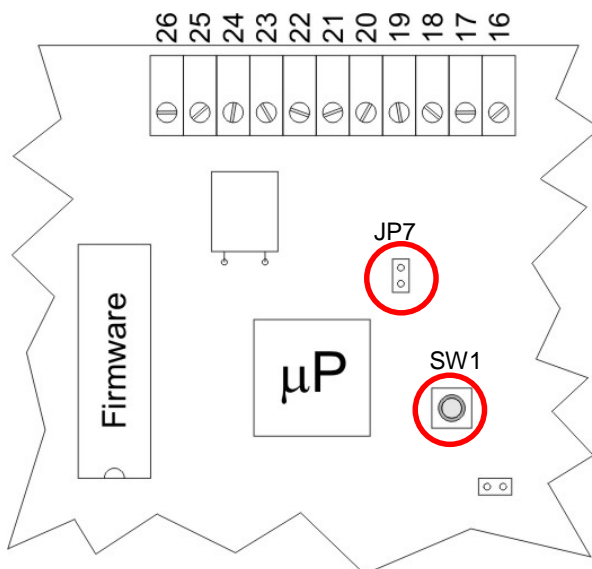

Fig.4: Spaccato scheda di centrale vista da dietro
- b) inserire il jumper di configurazione **JP7** (Rif.Fig.4, par. 5.1) presente sulla parte posteriore del pannello di visualizzazione / comando.
- c) eseguire un reset fisico della scheda a microprocessore premendo per un istante il pulsante **SW1** (Rif.Fig.4, par. 5.1).